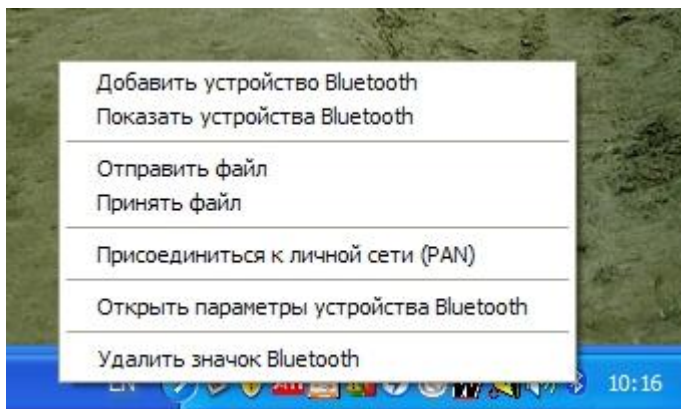

Рис. 6.8 Меню настройки Bluetooth
6.5.1 Для передачи в компьютер информации, записанной в память дефектоскопа, необходимо связать дефектоскоп с персональным компьютером (ПК). Для этого – включить дефектоскоп. Подключить к ПК модуль связи Bluetooth. В операционной системе WindowsXP в строке состояния нажать правой кнопкой мыши значок Bluetooth (рис. 6.8)